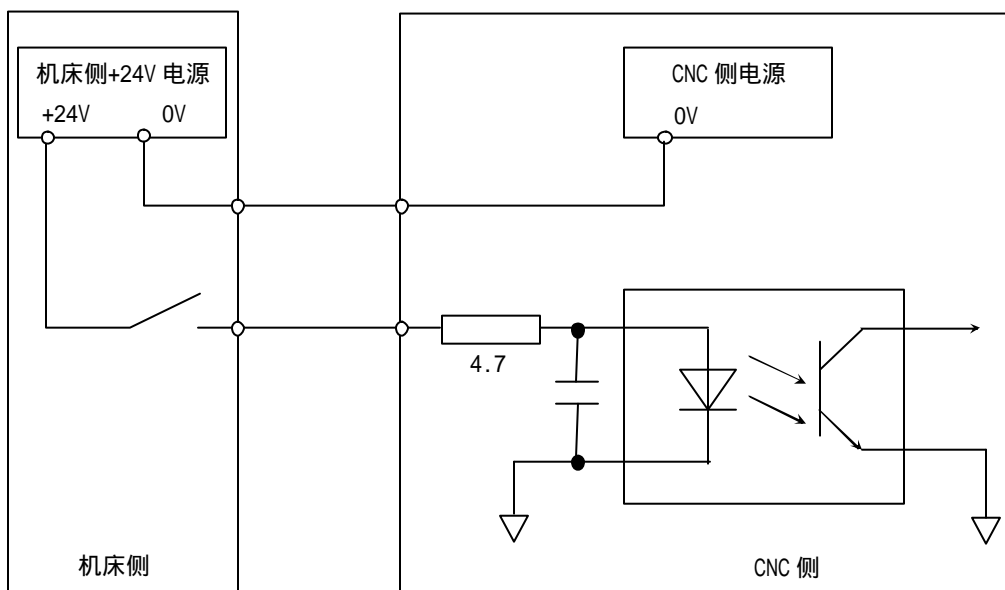

图 4.1.1
(1) 机床侧的触点应满足下列条件：
(2) 此类信号的信号回路如图 4.1.1 所示。